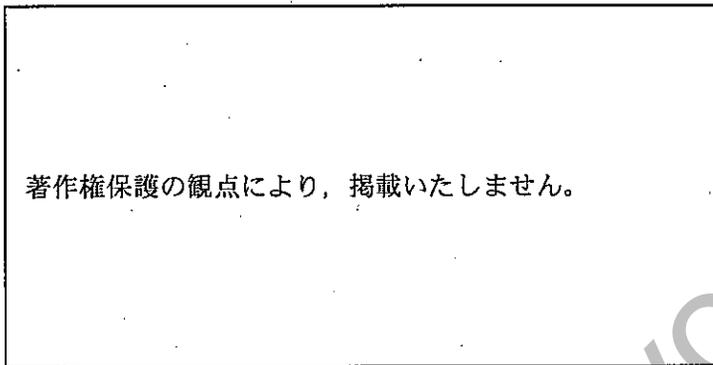

図1
1 次の図1は、ANSI記号による論理回路を示したものです。下の(1)・(2)に答えなさい。
(1) 図1の論理回路について、次の真理値表を完成させなさい。